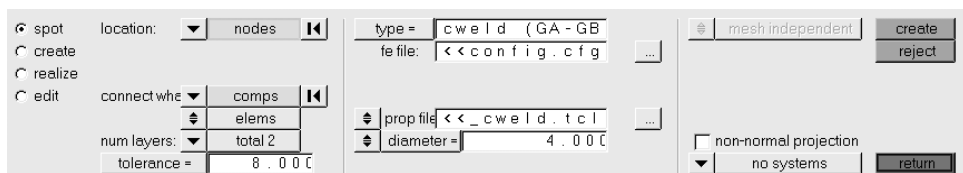

图 7-109 参数设置
(6) 同前面创建连接单元一样, 进入 connectors 面板, 选择 spots。单击 nodes, 选择 by collector, 选择 stringer_skin_points, 选择 Connect what 为 comps, 选择 skin 与 stringer, 在 tolerance 中输入 8, 选择 type 为 cweld(GA-GB ELEMID), 如图 7-109 所示。